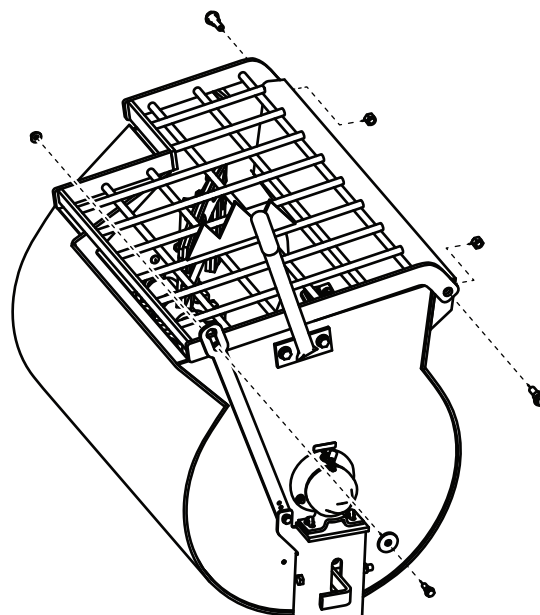

Figura 35
3. Retire las tuercas y los pernos que sujetan la rejilla al tambor, y retire la rejilla (Figura 35).